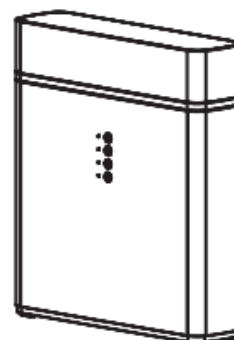

Abb. 6
5. Bringen Sie als letzten Schritt die Kunststoffabdeckung an (Abb. 6).